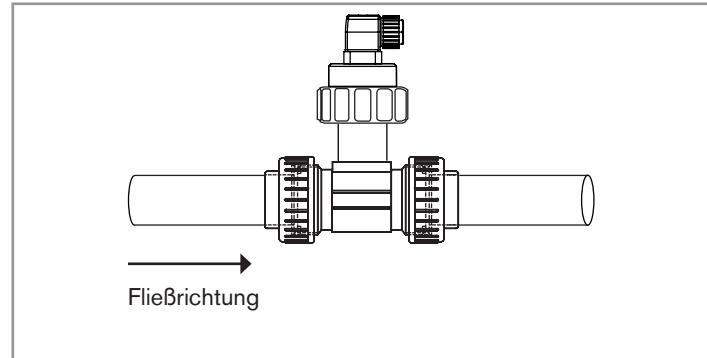
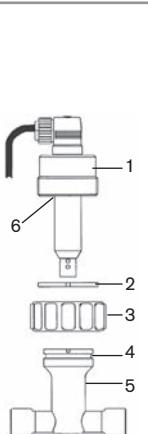

Bild 4: Einbauposition von Fitting mit Gerät auf der Rohrleitung
Bild 5: Installation des 8220 in ein Fitting S020
Das Gerät wird mittels ein Fitting Typ S020 auf der Rohrleitung montiert (siehe Bild 4 und Bild 5).
- Das Fitting (Punkt 5) gemäß der Bedienungsanleitung des verwendeten Fittings und gemäß Bild 4 in die Rohrleitung einbauen.